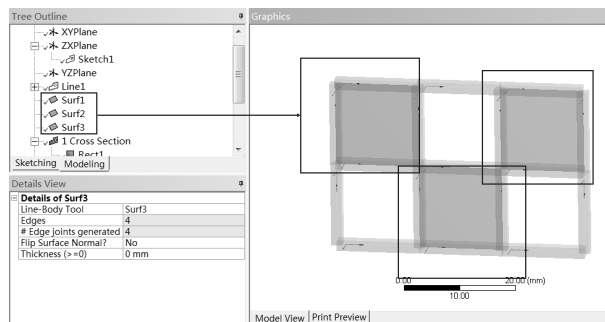

图 2-113 边线生成曲面命令 3
Step16：以同样方法完成另外两个区域的曲面设置，设置完成后如图 2-113 所示。